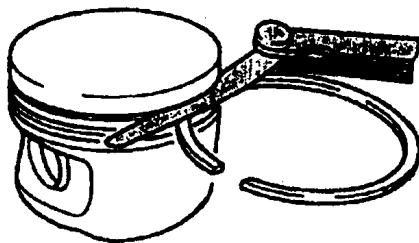

图 1-41
- (5) 检查侧向间隙，如图 1-41 所示。检查前，清洗活塞环槽，侧向间隙如表 1-6 所示。